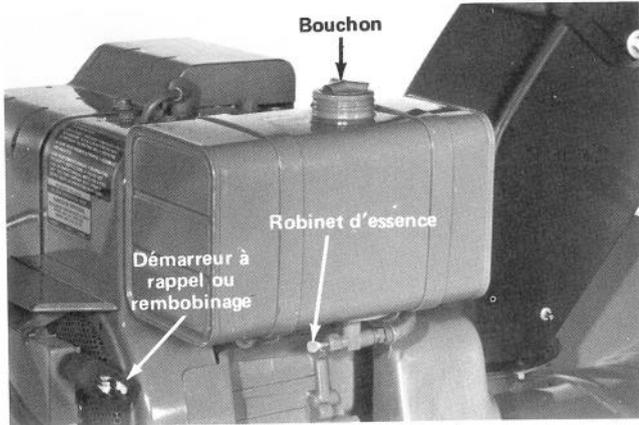

Figure 21
Robinet interrupteur d'essence (Fig. 21). Fermez le robinet pour arrêter le débit d'essence du réservoir, et ouvrez-le pour faire couler l'essence au carburateur.
Démarreur à rappel ou rembobinage (Fig. 21) — Tirez le démarreur à rappel pour faire démarrer le moteur.
3. Ouvrez le robinet d'arrêt d'essence (Fig. 21).
6. Saisissez la poignée du démarreur à rappel (Fig. 21) et tirez-la lentement jusqu'à ce que vous sentiez une prise ferme. Tirez alors vigoureusement pour mettre le moteur en marche. Si de l'essence dégoutte du carburateur quand vous tentez de faire démarrer le moteur, c'est que l'étrangleur est trop enfoncé. Relevez-le entièrement et tirez sur le démarreur à rappel quelques fois pour dégager le carburateur et le moteur.